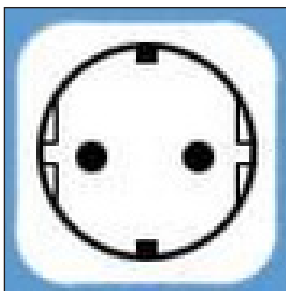

fig. 20 - prise Schuko
- une prise murale Schuko avec mise à la terre et une protection séparée (fig. 20);